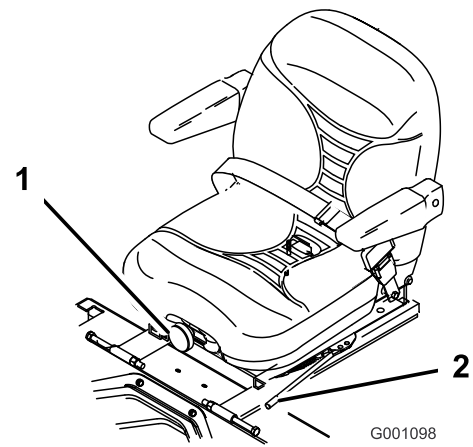

Figura 19
1. Il sedile si regola spostando da un lato la leva per sbloccarlo (Figura 19).
Per spostarlo, girate la manopola davanti nella direzione opportuna, fino ad ottenere il migliore comfort (Figura 19).